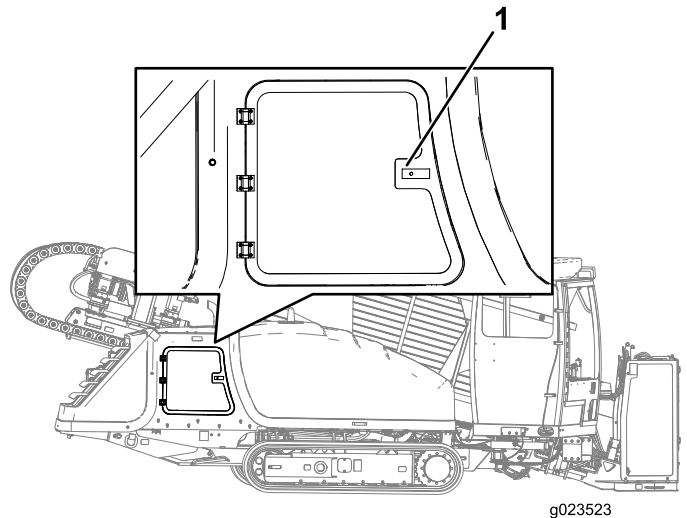

Figura 101
2. Puxe na parte esquerda da maçaneta da porta, e abra a porta puxando-a depois de liberar a maçaneta (Figura 101).